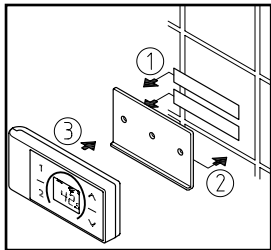
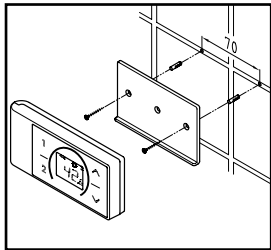

图1：用双面胶贴安装
图2：可选择用固定销和螺丝安装
- 遥控器挂接背板可以用随附的双面胶贴，撕掉保护膜（如图1所示），贴在光滑的平面上（如瓷砖），也可用固定销（ $\varnothing 4\text{mm}$ ）和螺丝固定（如图2所示）。